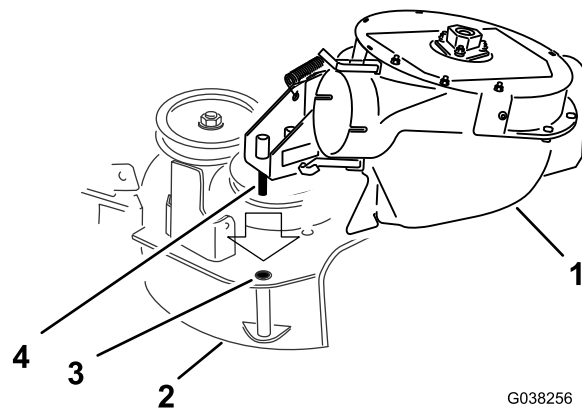

Figura 37
1. Allineate il perno girevole sul soffiatore con il relativo foro nel piatto di taglio (Figura 37).
3. Abbassate il soffiatore e fate scorrere il perno girevole nel foro del perno (Figura 37).